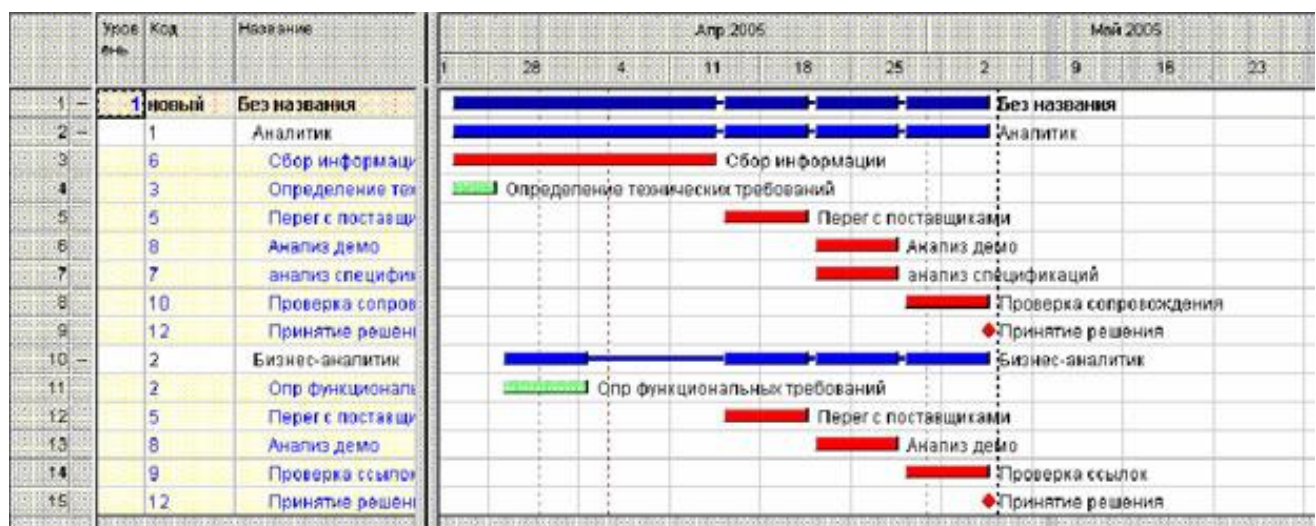

Рис. 4.7. Діаграма Ганта з прив'язкою до ресурсів
4. *Календар ресурсів* (оновлення), рис. 4.7. Зведений календар ресурсів документує робочі і неробочі дні, що визначають дати, на які заданий ресурс у заданій кількості (персонал, сервер тощо) може бути доступним або не задіяним. Календар ресурсів проекту, зокрема, зазначає вихідні для даного ресурсу дні і періоди доступності ресурсу.